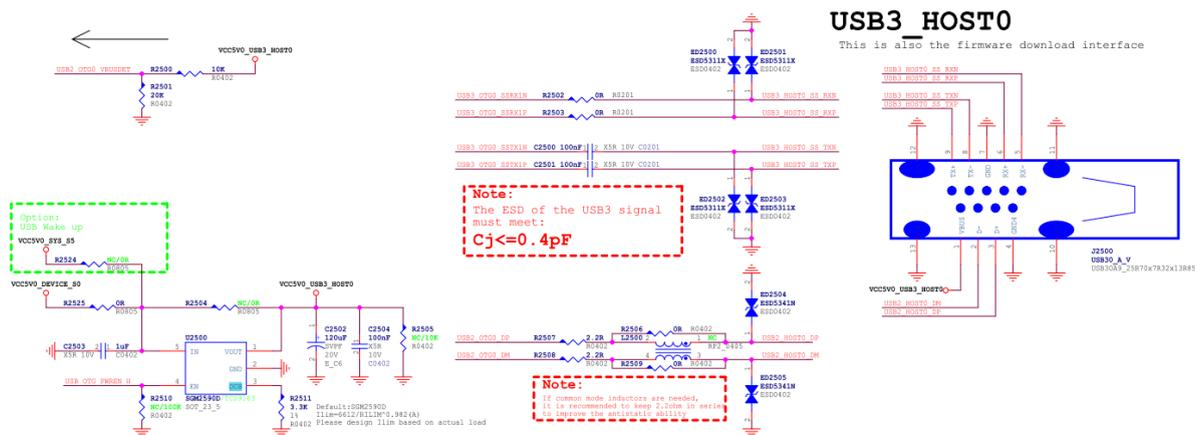

图 12 RK3576 Type-A USB3.1 接口
3. Type-A VBUS 的供电电源 (VCC5V0\_USB30\_HOST0) 由 GPIO 控制，当 OTG 作 Device mode，关闭 VBUS 输出。当 OTG 作 HOST mode，打开 VBUS 输出。此外，稳压芯片 SGM2590D 的输出电流由 OCB pin 连接的电阻决定，最大电流  $I_{lim}(A)=6612/RILIM^{0.982}$ ，如下图 12 所示，VBUS 输出限流为 2.3A；